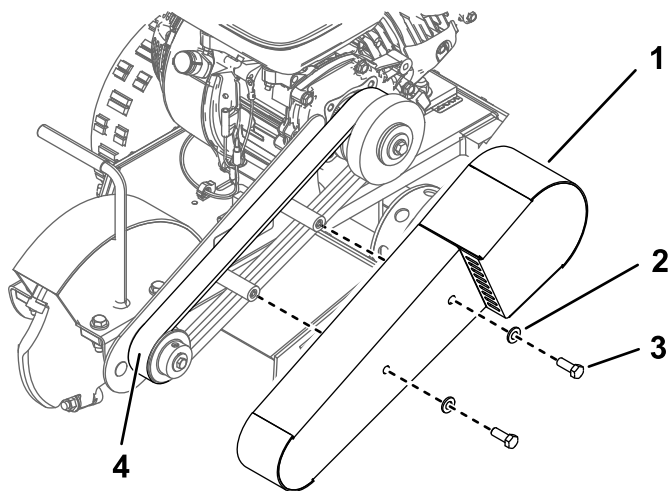

Figura 23
3. Retire los 2 pernos, las 2 arandelas y el protector de la correa (Figura 23).
5. Si es necesario ajustar la tensión de la correa, consulte Ajuste de la correa de transmisión (página 21). Si no es necesario ajustar la correa, instale el protector de la correa como se muestra en la Figura 23.
3. Retire el protector de la correa (Figura 23).
8. Instale el protector de la correa (Figura 23).
1. Retire los 2 pernos, las 2 arandelas y el protector de la correa (Figura 23).